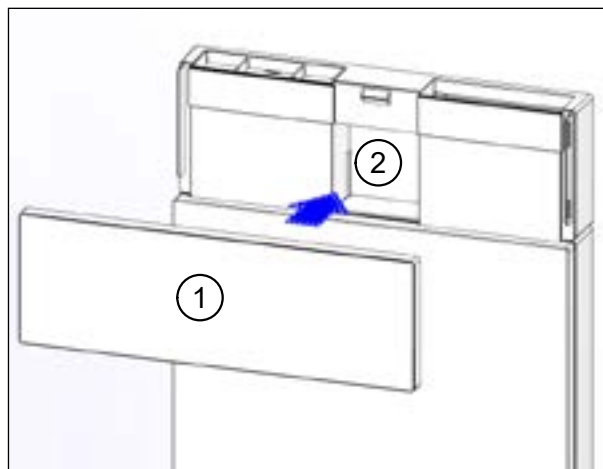

Рис. 54: установить крышку на адаптер.
- ▶ Установите крышку (поз. 1 на рис. 54) на канальный адаптер (поз. 2 на рис. 54).